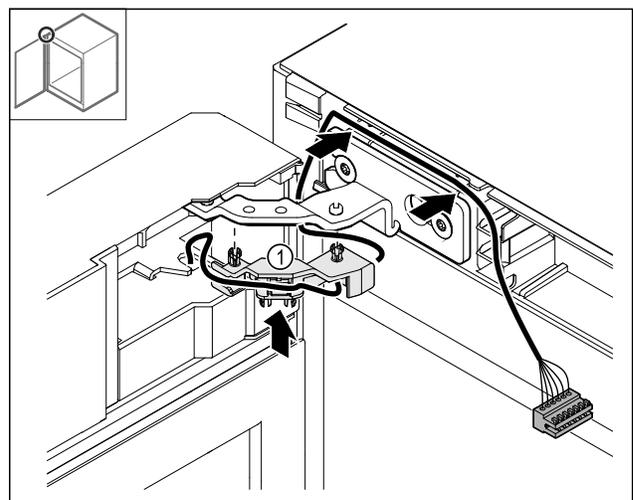

Fig. 48
- ▶ Pousser le support de câble Fig. 48 (1) dans la charnière.